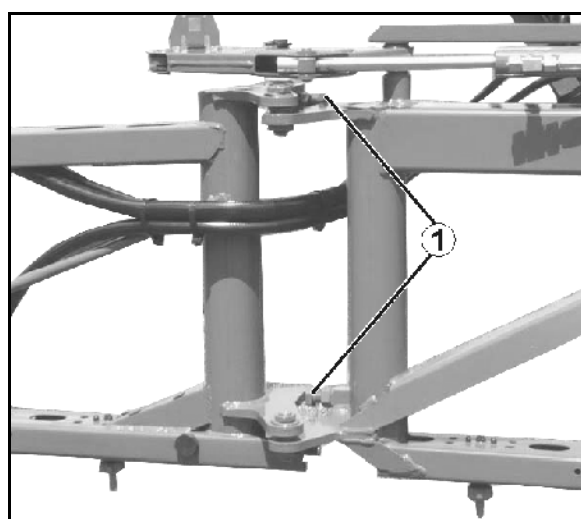

図 140
1. 微調整ねじ (図 140/1) のロックナットを外します。